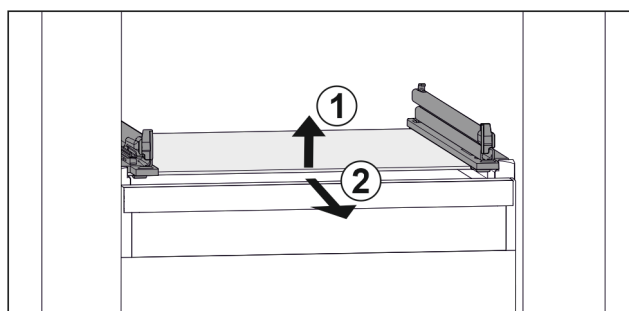

Fig. 108 Příklad znázornění skleněné desky
- ▶ Nadzvedněte skleněnou desku vpředu. Fig. 108 (1)
- ▶ Vyjměte skleněnou desku dopředu. Fig. 108 (2)